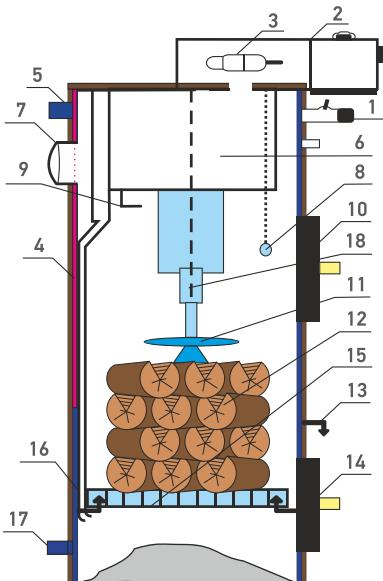

Рисунок 1
1.1.3 КОТЕЛ (Рисунок 1) - это стальной цилиндр, окруженный другим стальным цилиндром большего диаметра, конструкция утеплена. Между обоями цилиндрами нагревается теплоноситель. В передней части котла находится регулятор горения (1). В конструкции имеется проем для загрузки дров (10), отверстие для удаления пепла (14) и отверстие отводящих газов (7). Так же имеются труба подачи и возврата теплоносителя (5-17). Для улучшения качества горения и передачи тепла, в верхней части камеры горения установлена камера подогрева воздуха (4). В комплекте котла могут быть колосниковые решетки и заслонка переключения (9) для растопки торфяными и опилочными брикетами, или каменным углем.